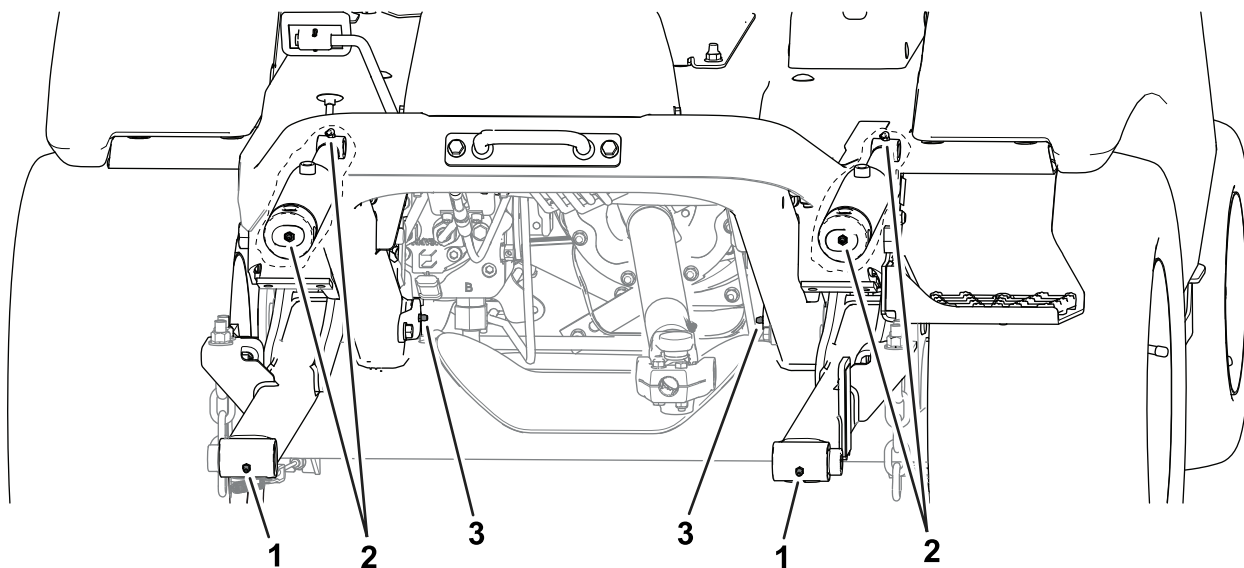

Figura 50
- **Parte anteriore della macchina (Figura 50):**
- Mozzi girevoli dell'attrezzo (2)
- Boccole del cilindro di sollevamento (2)
- Perni di articolazione del braccio di sollevamento (2)